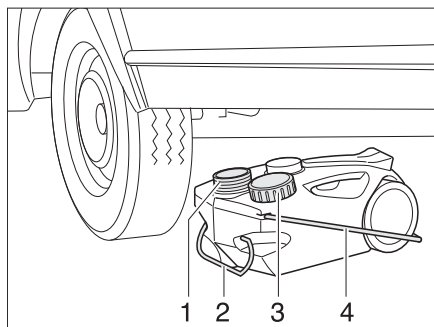

Fig. 146 Serbatoio delle acque grigie, mobile
- Chiudere l'apertura del serbatoio delle acque grigie (Fig. 146,1) con il coperchio (Fig. 146,3).
- Estrarre il serbatoio delle acque grigie tramite la maniglia (Fig. 146,2).
- Sollevare verso l'alto la maniglia da asporto (Fig. 146,4) e posizionare verticalmente il serbatoio delle acque grigie.